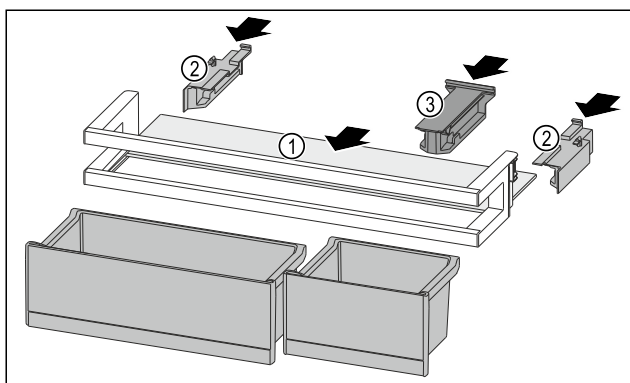

Fig. 103
- ▶ 将搁板 Fig. 103 (1) 推入侧面凹槽。
- ▶ 插入侧面部分 Fig. 103 (2)。
- ▶ 插入定位件 Fig. 103 (3)。